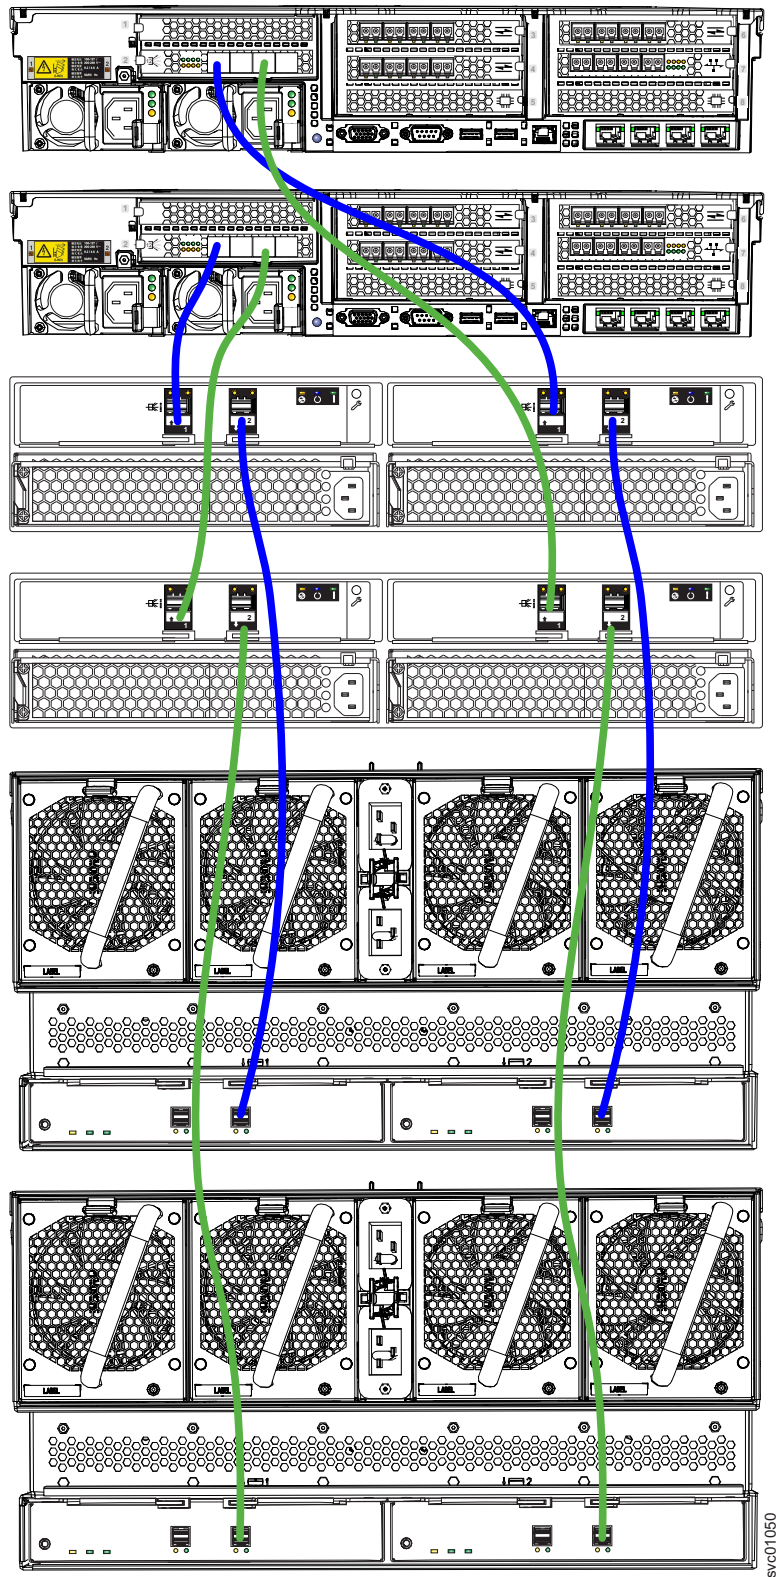

Abbildung 135. Anschluss der SAS-Kabel
1. Schließen Sie die Kabel wie in Abb. 135 auf Seite 151 gezeigt an.
Anmerkung: Abb. 135 auf Seite 151 soll die Kabelverbindungen zwischen den SAS-Gehäusen und jedem Knotengehäuse zeigen. Sie stellt nicht die genaue Reihenfolge der Gehäuse in einem Rack dar. Wegen seiner Größe und seines Gewichts müssen Sie jedoch das 2145-92F-Gehäuse immer unten im Rack platzieren.
Wie Abb. 135 auf Seite 151 zeigt, können Sie 2145-24F-, 2145-12F- und 2145-92F-Gehäuse in einer SAS-Kette kombinieren. Dabei stellt die *Kettengewichtung* der verschiedenen kombinierten Komponenten den begrenzenden Faktor dar. An den SAS-Port eines Knotens können Komponenten mit einer maximalen SAS-Kettengewichtung von 10 angeschlossen werden.